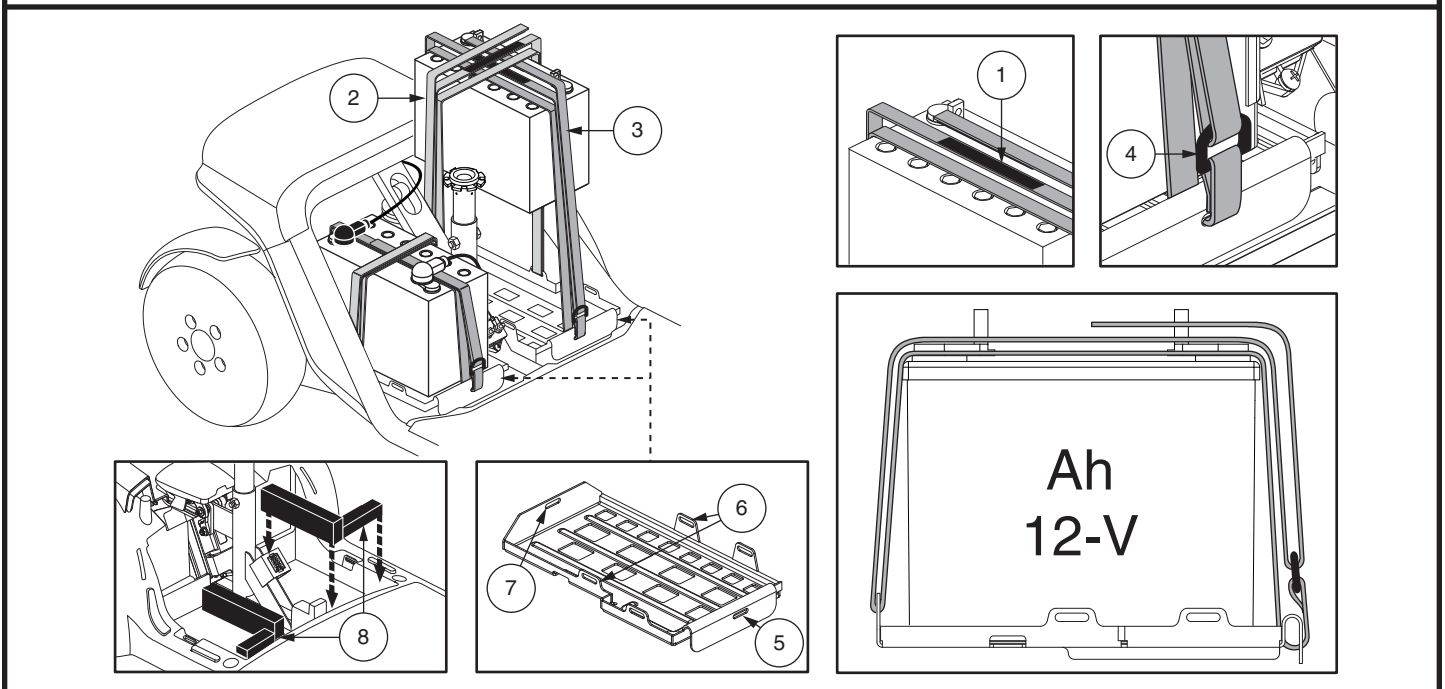

Figura 17. Amarre de baterías para los modelos 614 y 714
**NOTA:** Algunos scooters tienen espaciadores instalados para asegurar las baterías. Usted puede remover los espaciadores para guardarlos seguros hasta que las baterías sean reemplazadas en el scooter. Ver figura 17.